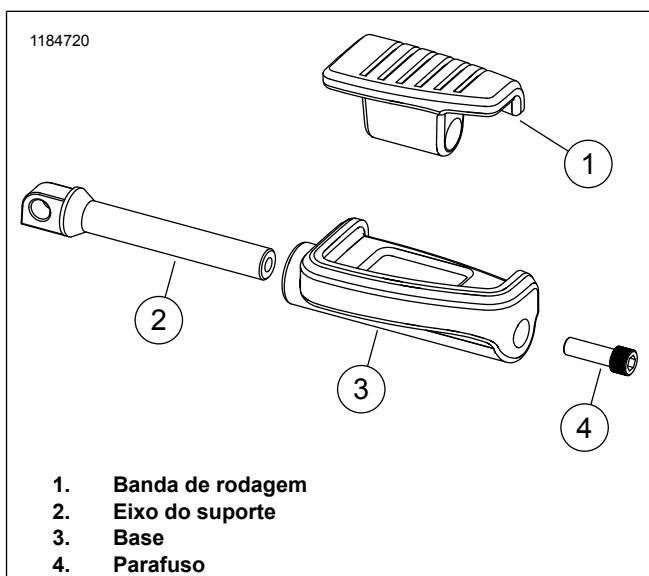

Figura 4. Kits de miniestribo: 50501148, 50501225
- Para o kit 50501148, veja Figura 4 e Tabela 1. O parafuso (2) 10500147 (cromado) é uma peça de reposição disponível.
- Para o kit 50501225, veja Figura 4 e Tabela 1. O parafuso (2) 10500125 (preto) é uma peça de reposição disponível.